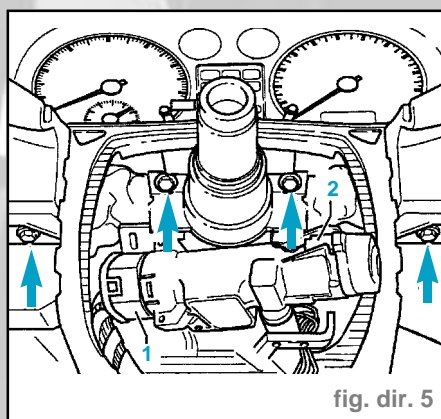

fig. dir. 5
- Dévisser le cache de l'interstice inférieur (flèches) et l'extraire (fig. dir. 5).